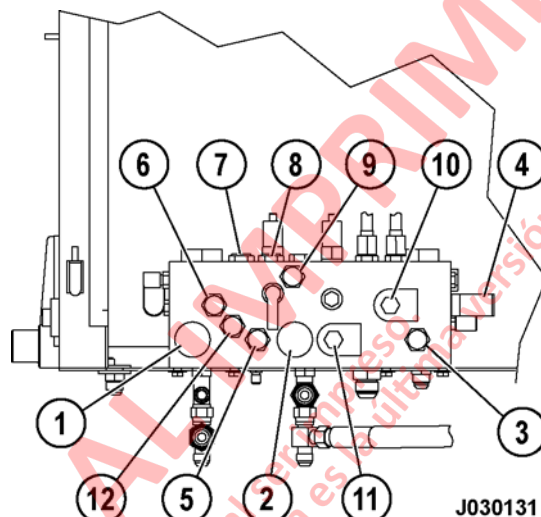

FIGURA 3-12. MÚLTIPLE DE FRENOS
2. Coloque la palanca selectora de marcha en ESTACIONAMIENTO y active el interruptor de descanso. Gire el interruptor de arranque a la posición OFF para apagar el motor y espere 90 segundos para que los acumuladores del sistema de dirección se purguen. Abra las válvulas de purga (1) y (2, Figura 3-12) para purgar los acumuladores de frenos.
NOTA: La válvula de retención (3, Figura 3-12) y la válvula reductora (4) tienen un disco de orificios debajo y los dos orificios en estos son de diferente tamaño. Por lo tanto, procure colocar cada orificio en su ubicación de instalación correcta.
3. Antes de instalar la válvula de retención (3, Figura 3-12) o la válvula reductora (4), consulte la Figura 3-13 para ver la instalación adecuada del disco de orificios. Los discos de orificios se deben instalar en la dirección que se indica para que funcionen correctamente.
1. Gire las válvulas de purga (1) y (2, Figura 3-12) del acumulador hacia la izquierda para abrir las válvulas. La válvula izquierda (1) purgará el circuito del freno trasero y la válvula derecha (2) purgará el acumulador del circuito del freno delantero.
2. Coloque la palanca selectora de marcha en ESTACIONAMIENTO y active el interruptor de descanso. Gire el interruptor de arranque a la posición OFF para apagar el motor y espere 90 segundos para que los acumuladores del sistema de dirección se purguen. Abra las válvulas de purga (1) y (2, Figura 3-12) para purgar los acumuladores de freno.